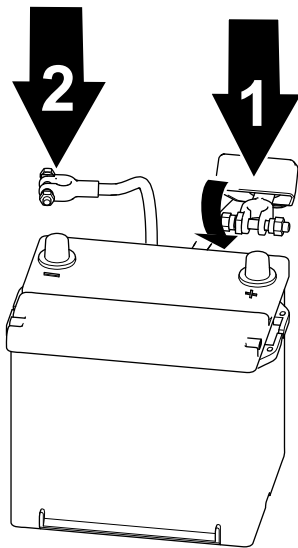

Figura 59
1. Conecte el cable positivo a la batería y apriete la tuerca de la abrazadera de la batería (Figura 59).
2. Conecte el cable negativo a la batería y apriete la tuerca de la abrazadera de la batería (Figura 59).